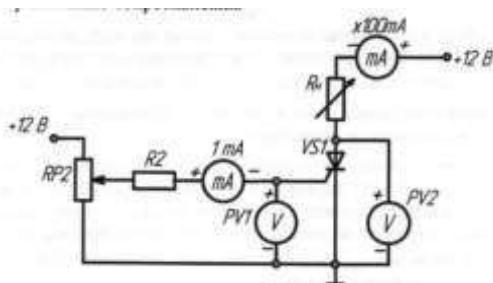

Рис. 5.1-Схема исследования тиристора
- а) Собрать схему для исследования тиристора на постоянном токе в соответствии с рис. 5.1. Регулятор R_h перевести в положение «0», соответствующее минимальному значению сопротивления.